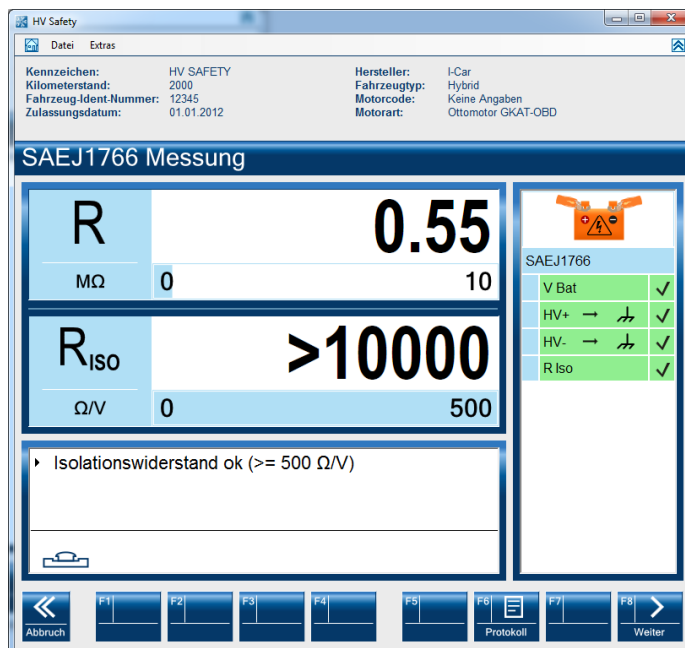

Abb. 3-10
16. Nach Ablauf der Vorgabezeit von 3 Sekunden wird das Ergebnis der SAE J1766 Messung dargestellt, siehe Abb. 3-10.